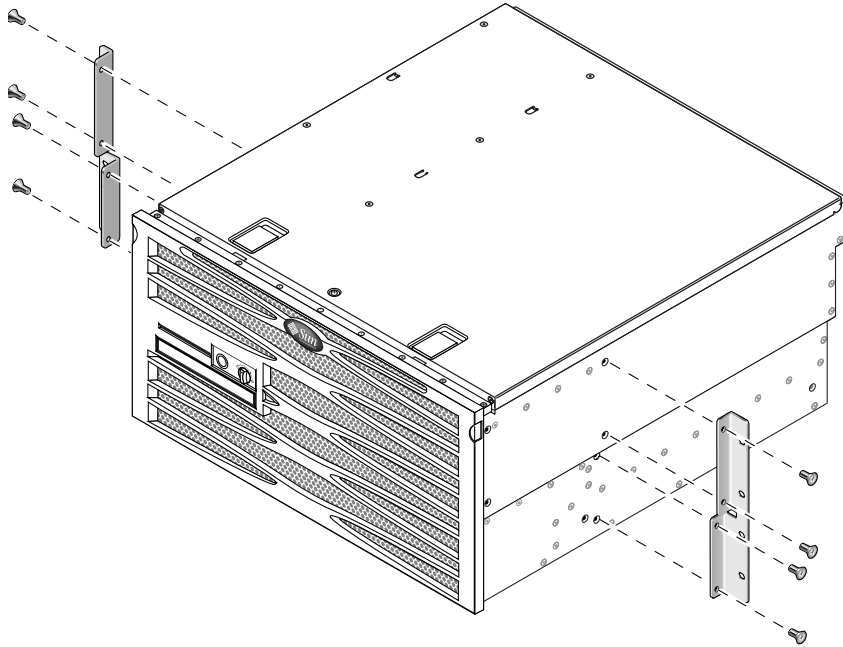

BILD 3-27 Skruva fast sidoskenorna på serverns sidor
2. Använd åtta M5 × 8 mm skålformade stjärnskruvar (fyra per sidoskena) för att fästa båda sidoskenorna vid servern (BILD 3-27).